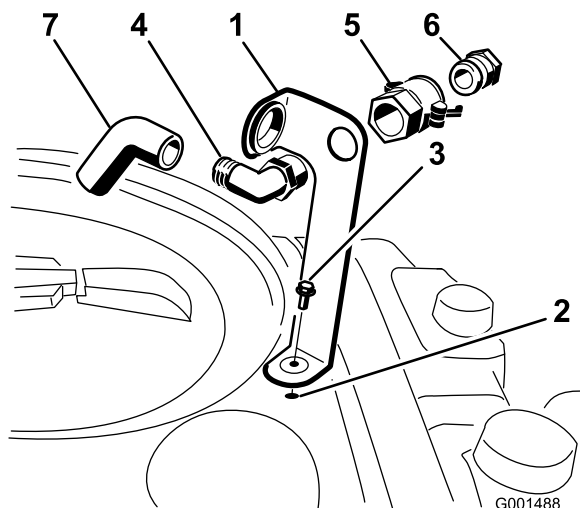

Figure 3
avec un boulon à embase (5/16 x 3/4 po), comme montré à la Figure 3.
2. Insérez l'extrémité filetée du raccord coudé à 90° dans le trou du support et vissez le raccord rapide dessus pour le fixer au support (Figure 3).
3. Installez l'adaptateur de flexible dans le raccord rapide (Figure 3).
4. Bloquez l'adaptateur en place en ramenant les leviers vers l'adaptateur et en les fixant en position avec les goupilles fendues (Figure 3).
5. Insérez le flexible anti-siphonnage dans la grande ouverture du support et branchez-le sur l'extrémité cannelée du raccord coudé à 90 degrés (Figure 3).